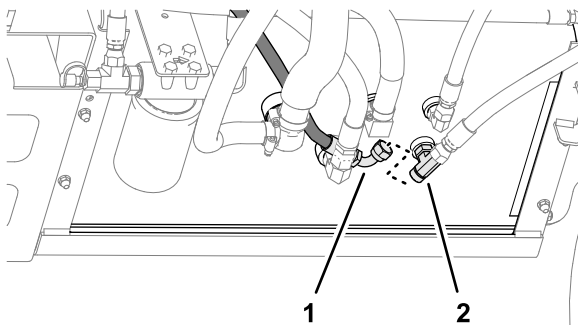

Figura 66
1. Desconecte la manguera de retorno de la válvula de dirección del acoplamiento en T de la parte inferior del depósito hidráulico (Figura 66).